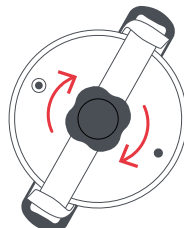

Fig. 9
3 Tournez le bouton de serrage (33) dans le sens des aiguilles d'une montre (Fig. 9). Fermez l'autocuiseur en tournant le bouton de serrage (33) entre 1, 1/2 et 2 tours, jusqu'à ce que l'étrier (35) soit fixé sous les oreillons (37) et que le couvercle (1) soit complètement fermé.